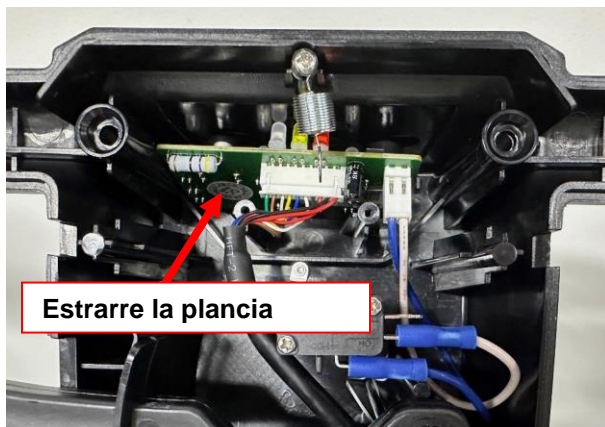

Figura 11
54. Estrarre la plancia (Figura 11).